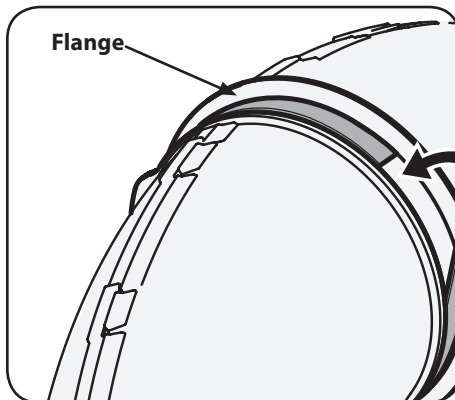

Figure 4-16
1. Retirez la bande protectrice de la bande autocollante en mousse (721-04388) fournie. Collez la bande autocollante sur la goulotte supérieure en l'alignant avec la bride. Voir Figure 4-16.